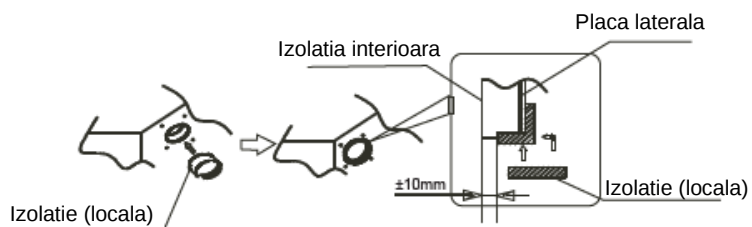

Fig. 5-5
- Amplasati etans izolatia de-a lungul gaurii unitatii conform indicatiilor. Capetele placii laterale si izolatia interna trebuie sa adere perfect fara a lasa nici un spatiu de-a lungul circumferintei gaurii. Asigurati-va ca suprafata interna a izolatiei intra in contact etans cu marginea izolatiei interne si placa laterala. (consultati fig. 5-5)